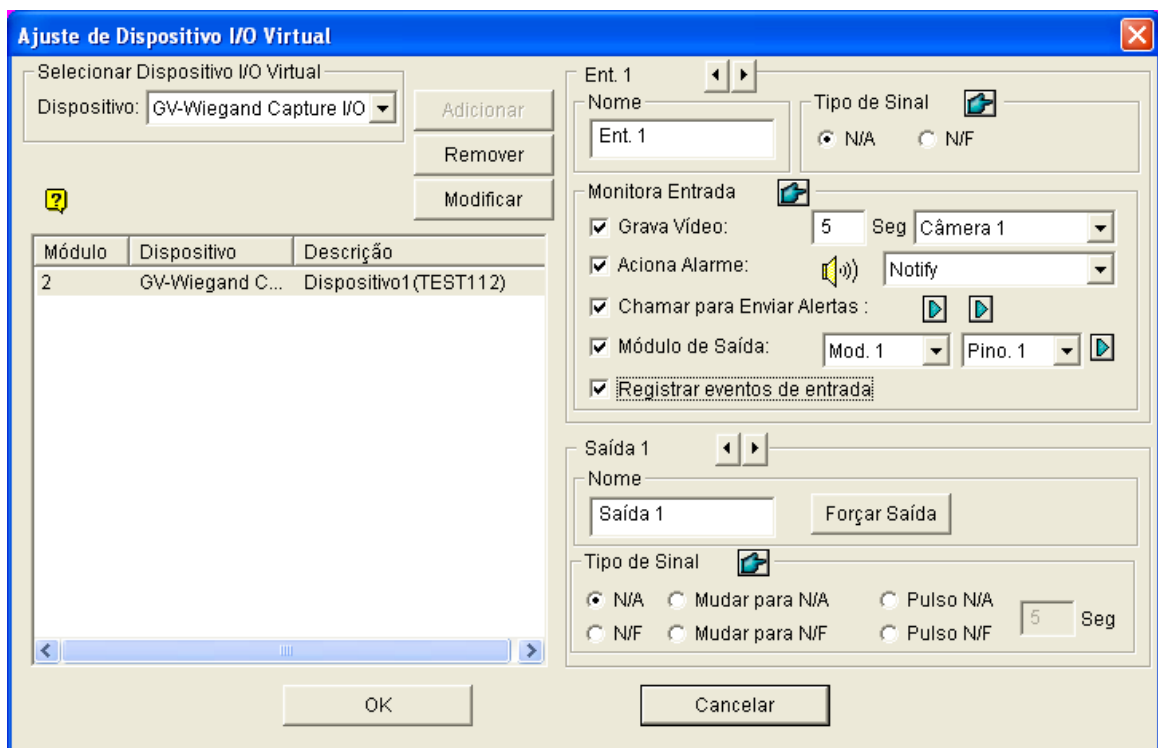

Figura 5-1
- Clique em **OK** para salvar as configurações e retornar à caixa de diálogo Virtual I/O Device Setting (Veja a Figura 5-1).